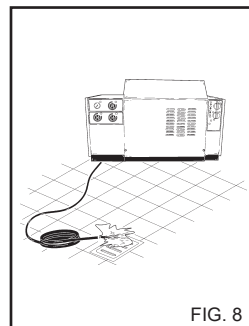

FIG. 8
Для удаления инородных тел и пузырьков воздуха рекомендуется в первый раз запустить аппарат без пистолета и дать воде свободно течь в течение нескольких секунд. Инородные тела могут засорить сопло и привести к неполадкам (рис. 8).
- 5) После использования моющего средства, промойте эту систему, поместите шланг забора моющего средства (рис. 8) в бак с чистой водой и включите насос на 1 минуту, при этом полностью открыв дозатор и переведя курок пистолета в положение подачи. Повторите процедуру с регулятором установленным в положение 1, а затем в положение 2.